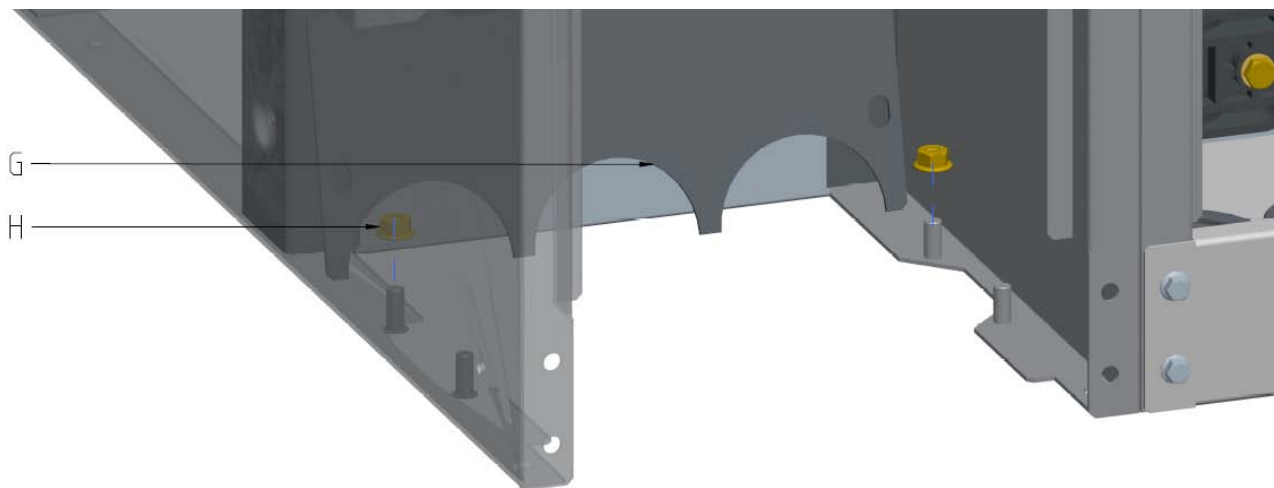

Figure 21: Démontage de la tôle de fond arrière
La tôle de fond arrière (G) doit être installée, après le démontage des 2 écrous autoverrouillants à six pans (H), tel que montré dans la Figure 21.